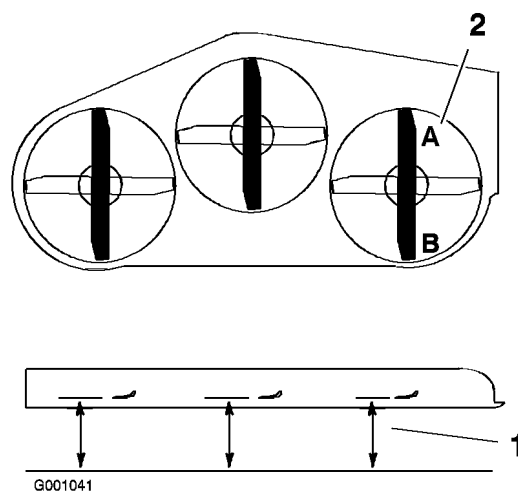

Bild 74
- Stellen Sie das rechte Schnittmesser in Längsrichtung (Bild 74).
- Messen Sie das rechte Messer an der Stelle **A** von einer ebenen Oberfläche bis zur Schnittkante der Messer (Bild 74).
- Messen Sie das rechte Messer an der Stelle **B** von einer ebenen Oberfläche bis zur Schnittkante der Messer (Bild 74).
6. Das Schnittmesser sollte an Stelle **A** 6 mm bis 10 mm niedriger sein als an Stelle **B** (Bild 74). Sollte die Einstellung nicht richtig sein, machen Sie mit den folgenden Schritten weiter.